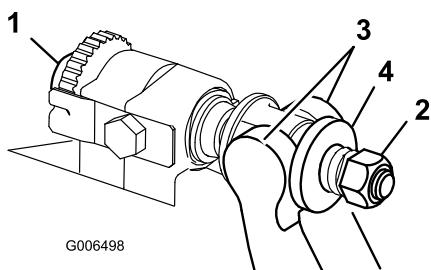

Figure 25
- Tournez les vis de réglage de la barre d'appui dans le sens anti-horaire pour éloigner la contre-lame du cylindre (Figure 25).
- Faites sortir l'écrou de tension du ressort jusqu'à ce que la rondelle ne soit plus tendue contre la barre d'appui (Figure 25).